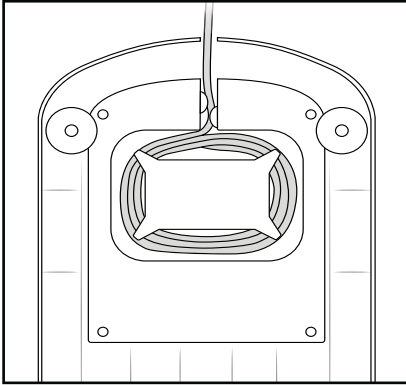

Fig. 6
- Enroulez le cordon d'alimentation autour de l'enroulement du câble **19** pour le ranger (fig. 6).